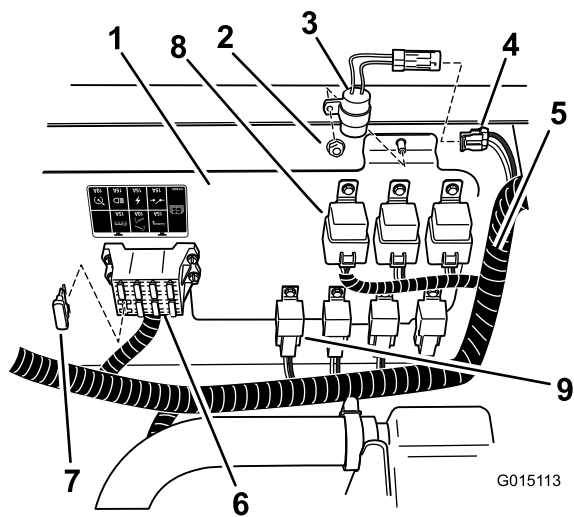

Bild 28
2. Ermitteln Sie den Verzögerungstimer in den losen Teilen und bauen Sie ihn an der Stelle ein, die in Bild 28 dargestellt ist.
- Schließen Sie den Timer am Hauptkabelbaum an, wie in (Bild 28) dargestellt.
- Setzen Sie eine Sicherung (40 A) in den offenen Einschub am Sicherungsblock ein, wie in Bild 28 dargestellt.